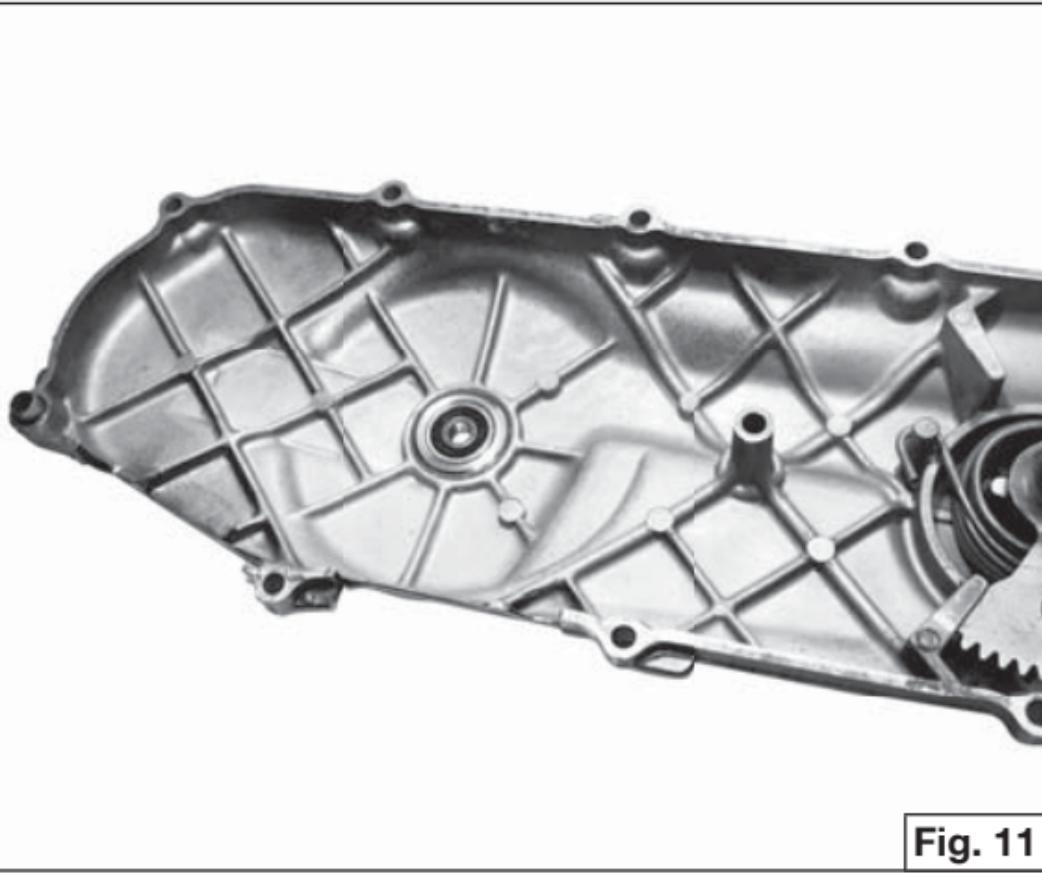

Fig. 11
- Alloggiare il cuscinetto nel porta cuscinetto (**Fig. 10**) e inserirlo nell'apposita sede (**Fig. 11**)
- Press bearing into the bearing holder and place into the cover recess (**Fig. 11**)
- Mettre le roulement sur le porte roulement (**Fig. 10**) et l'insérer dans l'endroit prévu (**Fig. 11**)
- Setzen Sie das Lager in die spezielle Lagerbuchse und pressen anschließend beides zusammen in das Silikon (**Abb. 11**).
- Alojar el cojinete en el porta cojinete (**Fig. 10**) e insertarlo en el alojamiento indicado (**Fig. 11**).